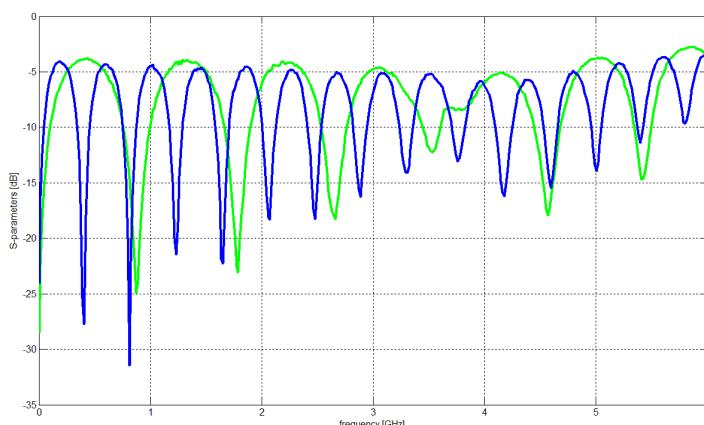

Figura 8: Comparación para líneas de diferente longitud.
2. Grafique en Matlab ó AWR los mismos parámetros de dispersión para las dos líneas seleccionadas. Por ejemplo, en la figura 8 se muestra el gráfico de los parámetros S_{21} de dos líneas cortas: de $Z_0=25\ \Omega$ (azul) y la de $Z_0=100\ \Omega$ (verde). Para este paso, utilice la función “Sparameters_Graph” ó “Sparameters_Graph_AWR” ó AWR. Anote sus observaciones para su posterior análisis.